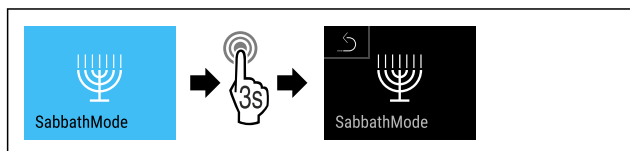

Fig. 72
- Provedte kroky postupu (viz Fig. 72).